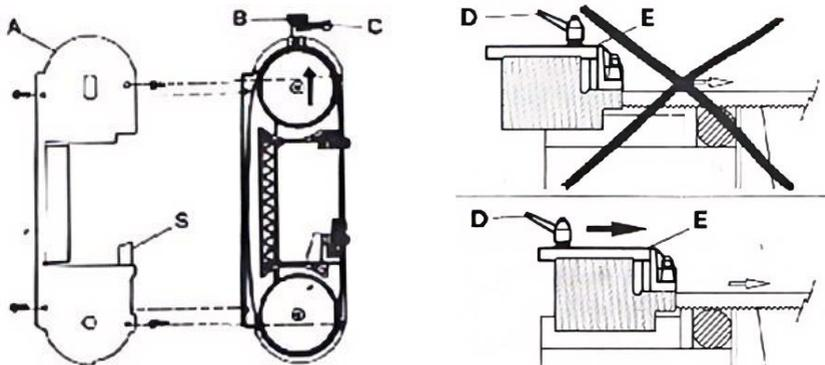

Fig.: 1 Fig.: 2
1. Justering av bladspänningen (Fig.1)